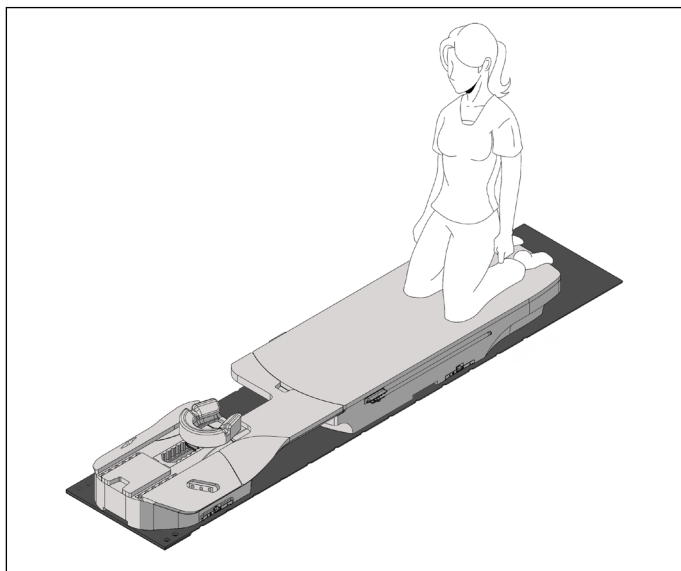

Fig. 12
2. När patienten är uppe på inlägget, rikta in patientens knän med markeringarna på skumplasten. (Fig. 12)